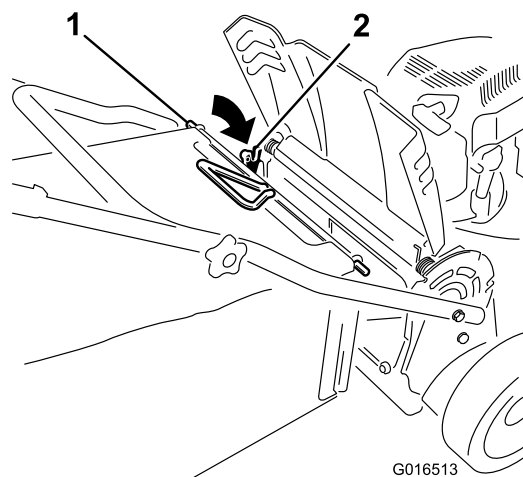

Рисунок 26
3. Вставьте штангу мешка в выемки в основании рукоятки и покачайте мешок вперед-назад, чтобы убедиться в том, что штанга находится в нижней и верхней выемке; см. Рисунок 26.